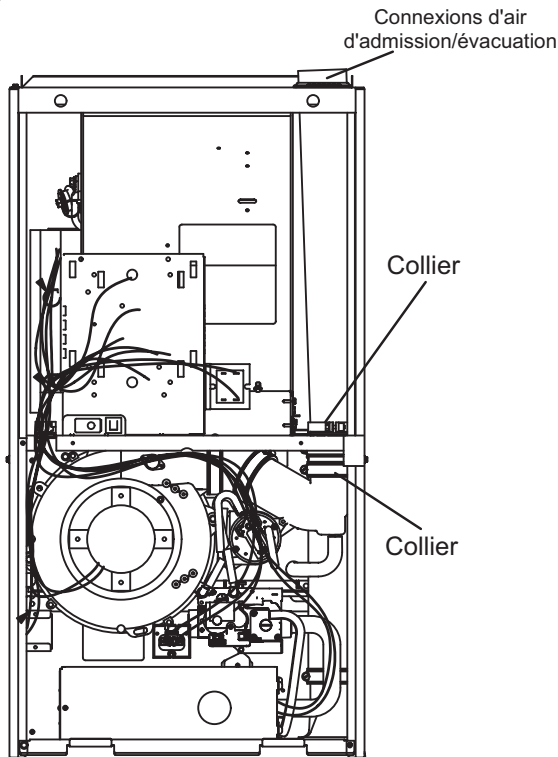
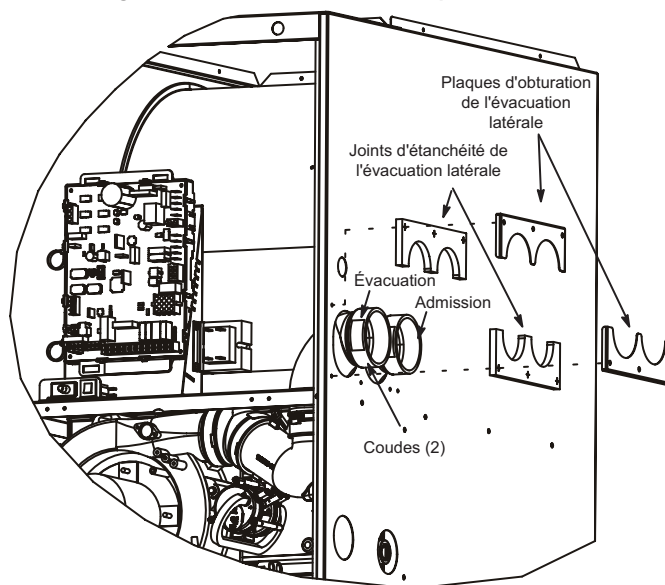

FIGURE 19
FIGURE 22
Le EL297DFVK est livré avec un raccord d'évacuation/d'admission d'air au niveau du capuchon supérieur. Reportez-vous à la FIGURE 19. À l'aide des pièces fournies, l'appareil peut être modifié sur place pour que ces connexions soient situées sur le côté droit de l'enceinte. Reportez-vous à la FIGURE 22 et suivez les étapes ci-dessous. Pour l'évacuation du côté gauche, commandez l'ensemble 87W73.
- 2 - Desserrez les colliers qui fixent les raccords en caoutchouc aux tuyaux en PVC blanc à l'intérieur de la zone du vestibule. Reportez-vous à la FIGURE 19.
- 3 - Desserrez le collier qui fixe les tuyaux au support du ventilateur. Reportez-vous à la FIGURE 19.
- 11 - Retirez la protection des joints d'étanchéité de l'évacuation latérale (2) et appliquez-les sur les plaques d'étanchéité de l'évacuation latérale (2) comme illustré à la FIGURE 22.
12 - Installez les plaques d'étanchéité de l'évacuation latérale et les joints sur l'extérieur de l'enceinte, comme illustré à la FIGURE 22. Fixez avec six vis (quatre réutilisées et deux fournies dans le sac). Les trous sont préperçés dans les pièces et l'enceinte, aucun perçage n'est nécessaire.